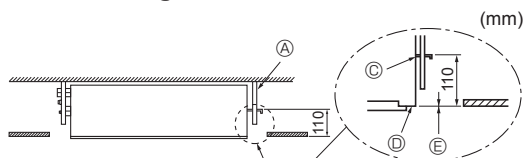
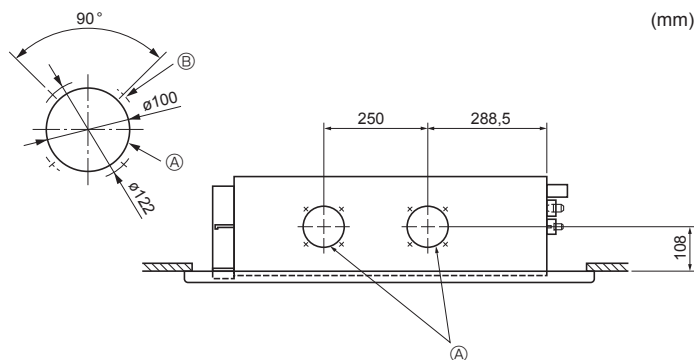

Fig. 2-9
Fig. 2-10
5. Apriete todas las tuercas. (Fig. 2-9)
① Perno de suspensión (3/8" o M10)
② Tubo de plástico sin obstrucciones
③ Lado inferior de la ménsula
④ Asegure el panel frontal en este punto.
⑤ Iguale estas superficies (0 - 3 mm).
2.5. Orificio de entrada de aire puro (Fig. 2-10)